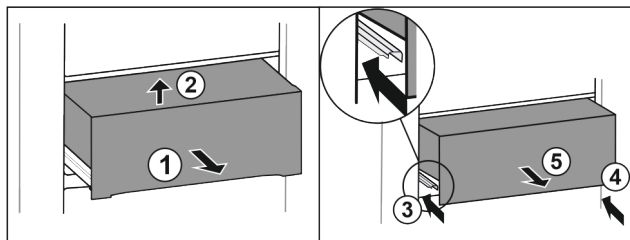

Fig. 22
- ▶ Extraiga el cajón hasta la mitad. Fig. 22 (1)
- ▶ Levante el cajón por delante. Fig. 22 (2)
- ▶ Retraiga la guía izquierda. Fig. 22 (3)
- ▶ Retraiga la guía derecha. Fig. 22 (4)
- ▶ Extraiga el cajón hacia delante. Fig. 22 (5)